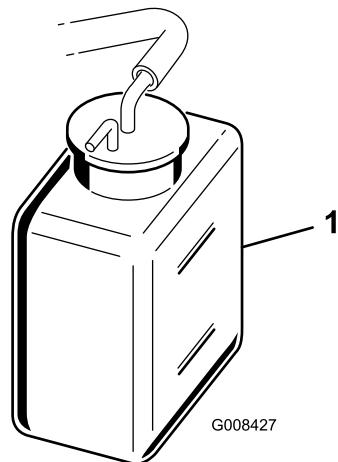

Figure 46
2. Vérifiez le niveau du liquide de refroidissement (Figure 46).